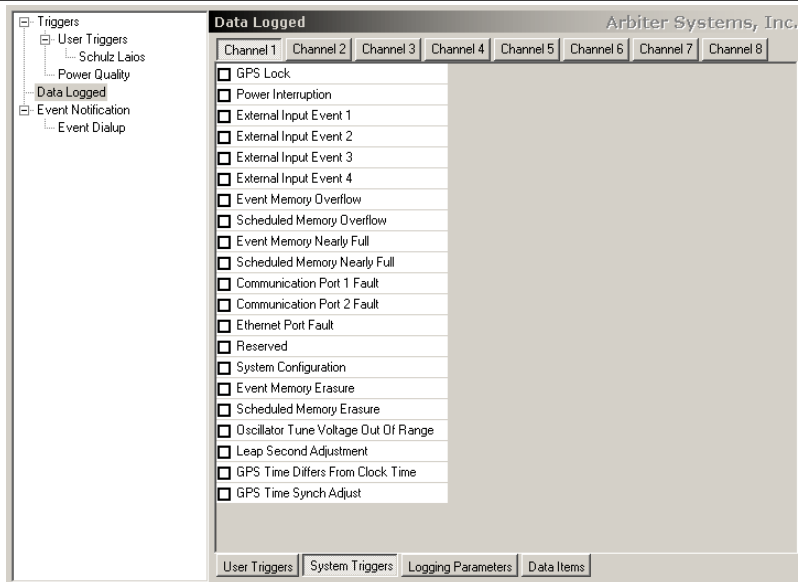

Рисунок 49
8.9.4.4 Для настройки системных уставок, выберите кнопку System Triggers (системные уставки), в диалоговом окне рисунок 49, или выберите нужные системные уставки для каждого канала. Обратите внимание, что многие уставки имеют функцию “OR” (ИЛИ) в каждом канале. Например, если канал 1 имеет две присвоенные ему уставки, то если только одно из условий верно, уставка сработает. Предположим, канал 1 имеет две уставки DSP и одну системную уставку (например, синхронизирован/не синхронизирован с GPS). В случае, если счетчик по какой-то причине теряет согласованность с GPS, а уставки DSP отрицательные, то счетчик регистрирует событие системы о потере синхронизации.